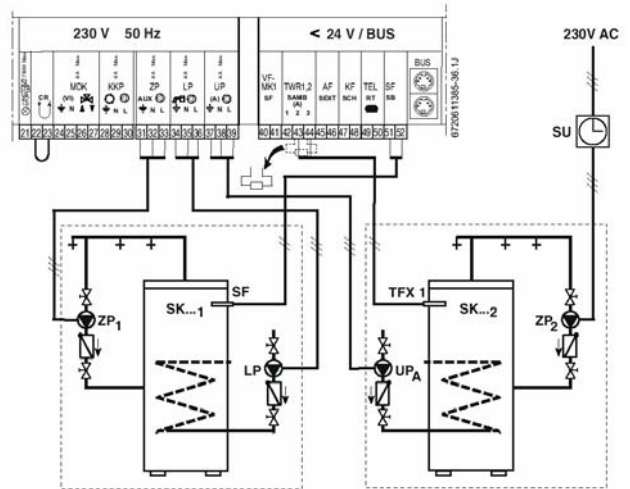

Рис. 54 Підключення двох бойлерів до TAC-M
- ▶ Вмонтувати температурний датчик TFX 1 (додаткове приладдя) у прямий трубопровід контура калориферного опалення та підключити помпу контура калориферного опалення до контуру опалення А. Місця підключення – як для другого бойлера (див. Рис. 54).